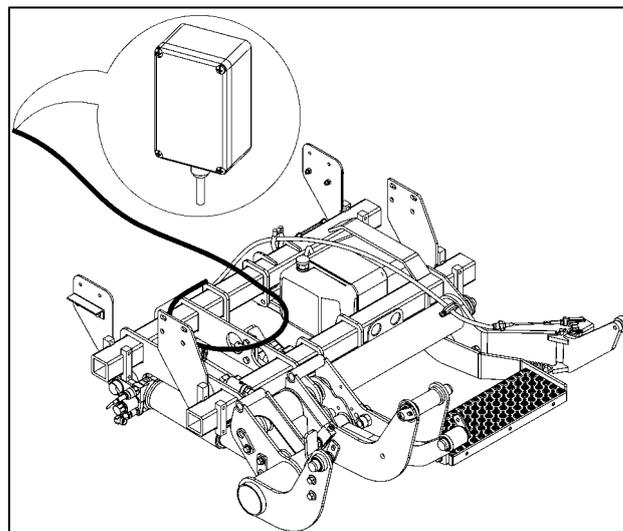

Fig. 16
- Pase el cable de la unidad de control para la conexión del interruptor de servicio al área de carga del vehículo (Fig. 16).